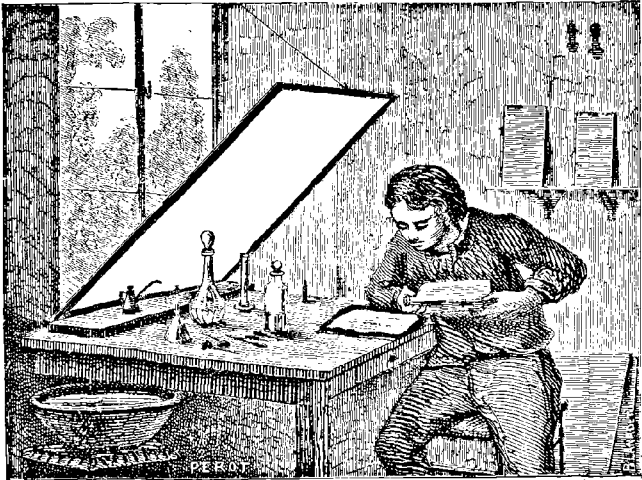

Fig. 42.
2. Pour graver à l'eau-forte, on chauffe légèrement la planche de cuivre ou d'acier, puis on la recouvre d'une couche, aussi unie et aussi mince que possible, d'un vernis coloré avec du noir de fumée. Sur ce vernis, on trace, avec des pointes d'acier, le trait et les ombres des objets que l'on veut représenter. Le vernis se trouve ainsi enlevé par la pointe partout où l'artiste veut que l'épreuve donne des traits apparents, tandis qu'il est laissé intact dans les parties qui doivent venir blanches à l'impression. Ce travail terminé, on entoure la planche d'un rebord de cire, puis on verse dessus une certaine quantité d'eau-forte (*fig. 42*), dont on